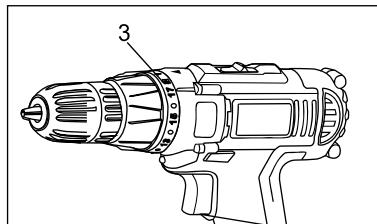

Рис.4
- Сверление обозначено значком (3) на вращающемся кольце (Рис. 4).